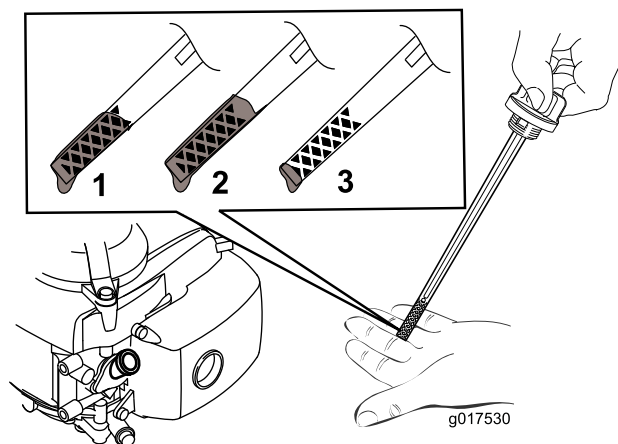

Рисунок 10
5. Для того, чтобы правильно определить уровень масла на масломерном щупе, см. **Рисунок 10**.